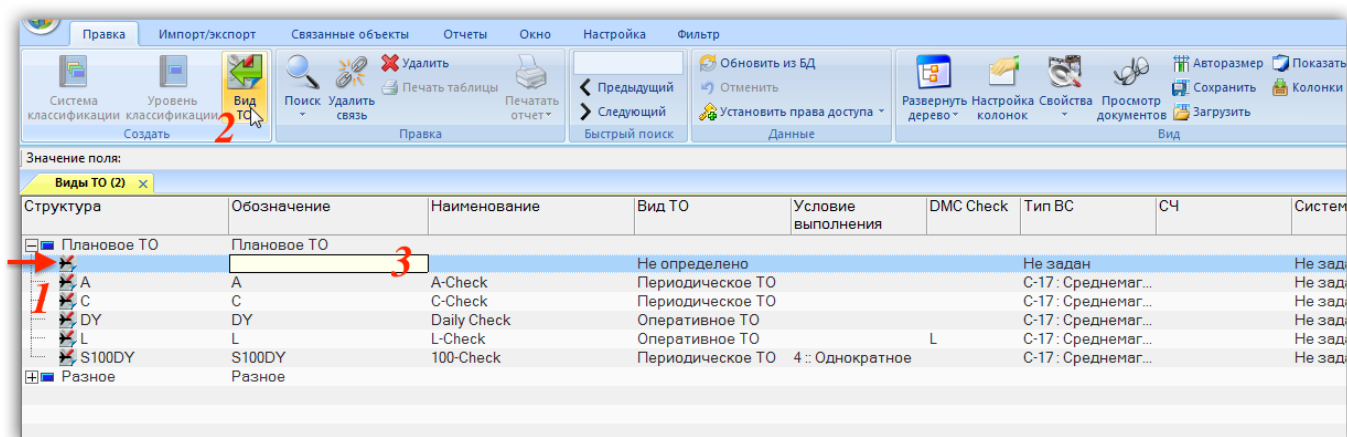

Рис. 12-9 – Создание вида ТО в рабочем окне «Виды ТО»
- 2) Выбрать раздел или любой из размещенных в нем видов ТО (1 на рис. 12-9).